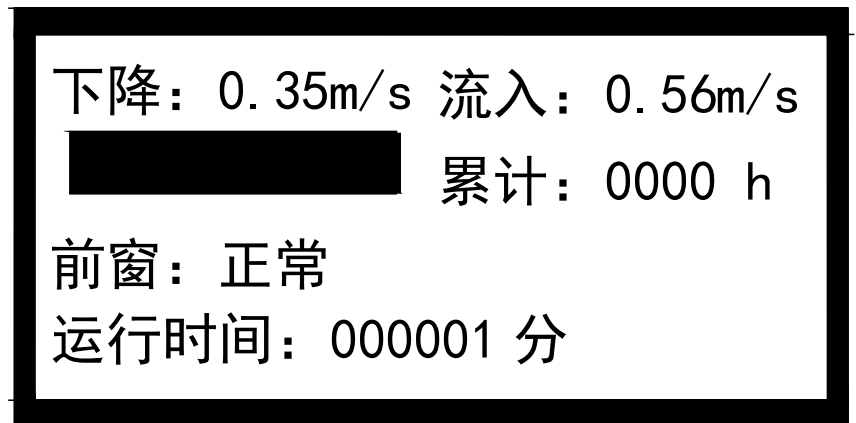

图 6
3) 大约过 3 秒钟后液晶屏显示如图 6 所示：
- f) 连续按 2 号键，选择“退出菜单”，再按 3 号键返回到图 6。